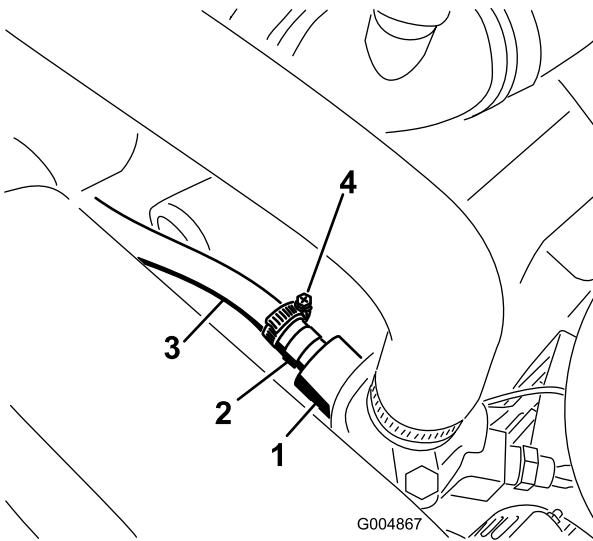

Рисунок 16
3. Установите переходной шланговый штуцер на корпус термостата двигателя (Рисунок 16).
4. Подсоедините свободный конец напорного шланга к переходному штуцеру корпуса термостата (Рисунок 16).
Проложите шланг под воздухоочистителем, как показано на Рисунок 16.
Примечание: Проложите шланги в стороне от любых горячих, вращающихся или острых предметов. Соедините два шланга с соединителями друг с другом с помощью кабельной стяжки, как показано на Рисунок 16.